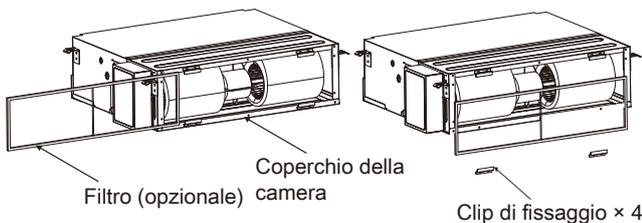
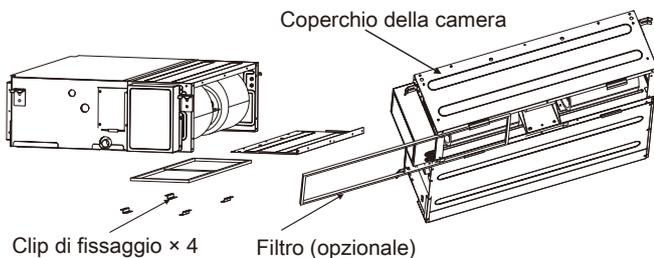

Fig.3.1.2
Fig.3.1.3
- (1) Rimuovere il coperchio della camera.
- (2) Ricollegare il filtro rimosso nell'orientamento mostrato in Fig. 3.1.2 e il coperchio della camera rimosso nell'orientamento mostrato in Fig. 3.1.3. Fare riferimento alla Fig.3.1.3 per la direzione del filtro.